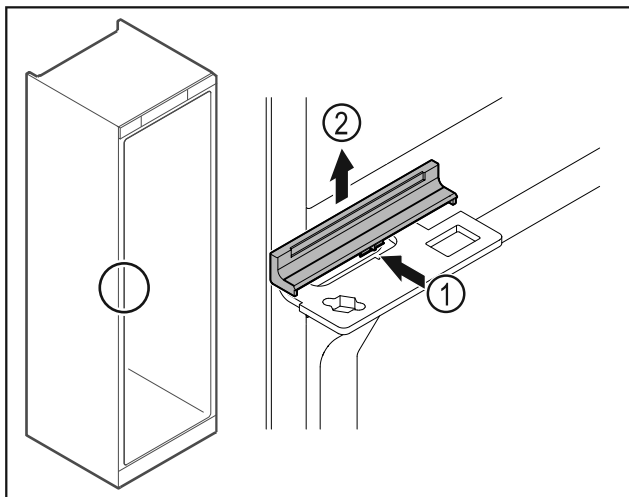

Fig. 43
- Iespiediet mazliet pārsegu Fig. 43 (1) vidū un noņemiet uz augšu Fig. 43 (2).